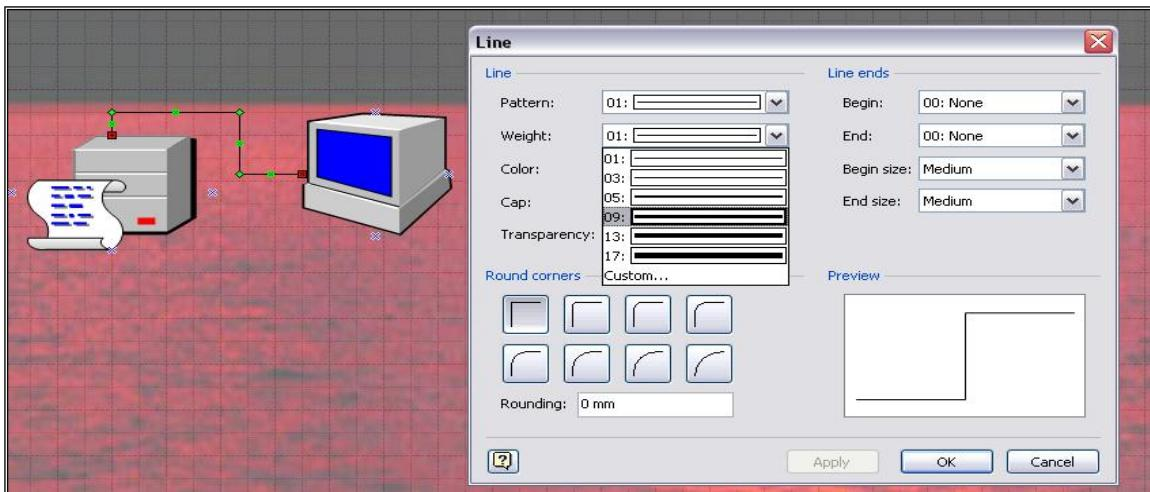

Рис. 61. Диалоговое окно Line
17. В диалоговом окне **Line** (рис. 61) выбрать толщину линии (например, weight = 09), цвет, форму.